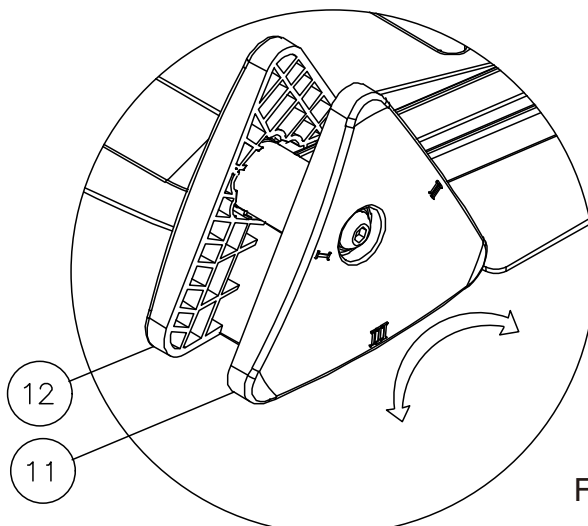

Figure 5
5. Faites tourner simultanément les sièges de réglage triangulaires numérotés 11 et 12 des deux côtés de manière symétrique. Vous pouvez choisir parmi trois réglages de pente différents pour un ajustement fin. Comme illustré sur la Figure 5 :